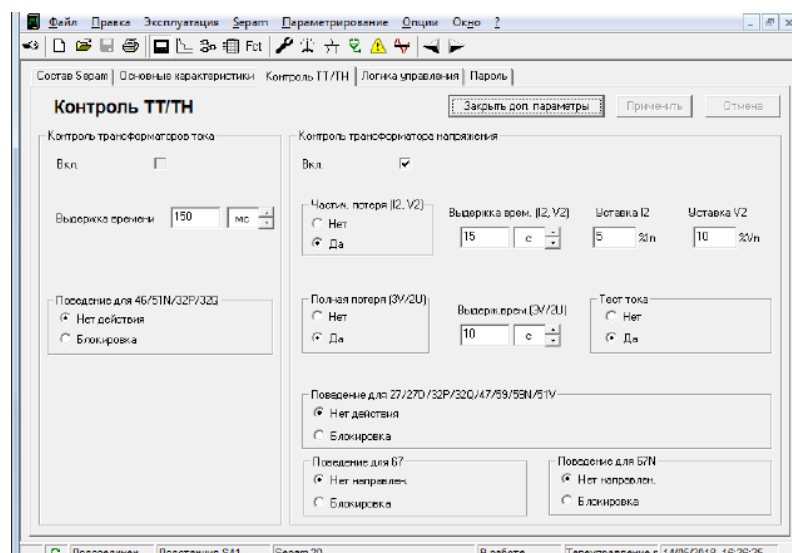

Рисунок 8.4 – Окно «Контроль ТТ/ТН»
9. На вкладке «Контроль ТТ/ТН» (рис. 8.4):